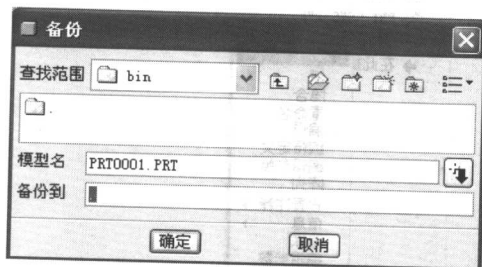

图 1.15 “备份”对话框
- (1) 选择“文件”→“备份”命令，弹出如图 1.15 所示的“备份”对话框。